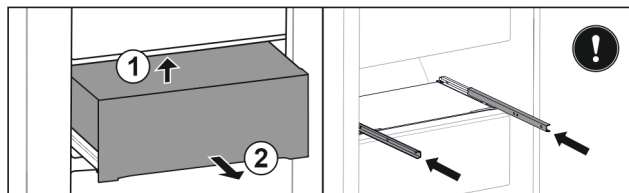

Fig. 114
- ▶ Nadzvedněte zásuvku ze zdola vzadu. Fig. 114 (1)
- ▶ Vyjměte zásuvku dopředu. Fig. 114 (2)